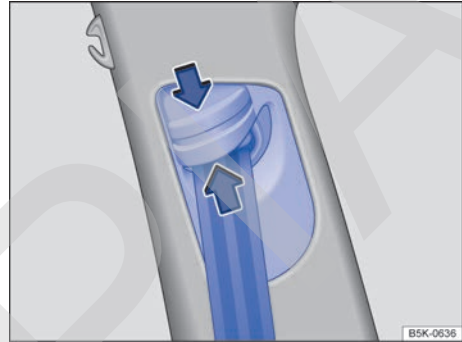

Fig. 32 Junto a los asientos delanteros: regulador de la altura del cinturón de seguridad.
- Presione el dispositivo regulador en el sentido de la flecha y manténgalo presionado → fig. 32.